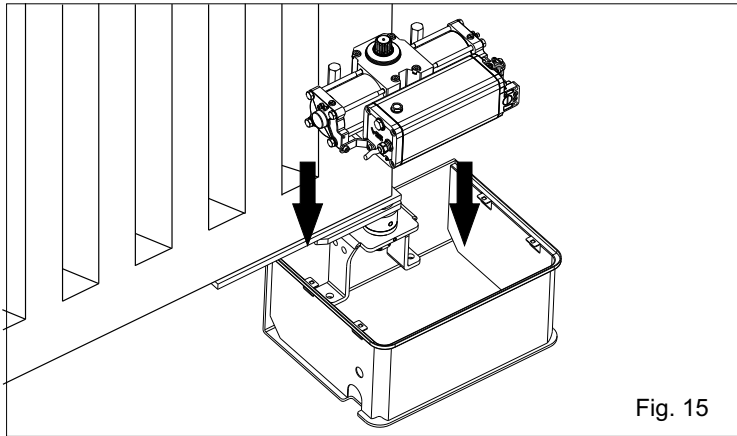
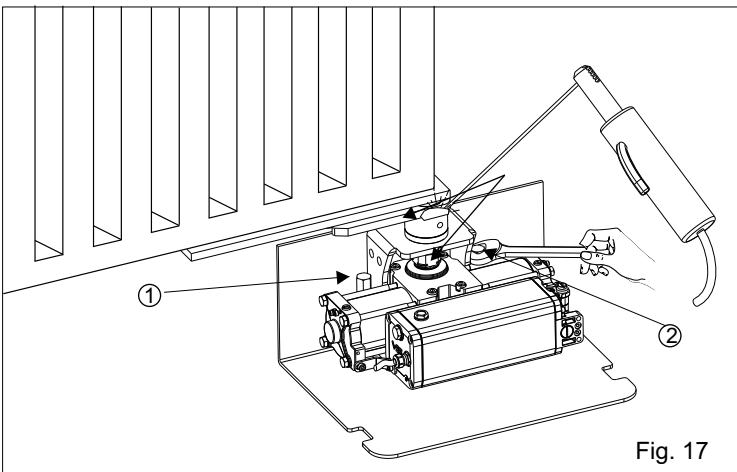

Fig. 15
Fig. 17
**4.1.** Introduire l'opérateur manuellement à l'intérieur de la caisse portante (Fig. 15) et insérer l'arbre cannelé de l'opérateur dans la boucle cannelée de la caisse en fixant l'actuateur avec les vis spéciales comme en Fig.17.